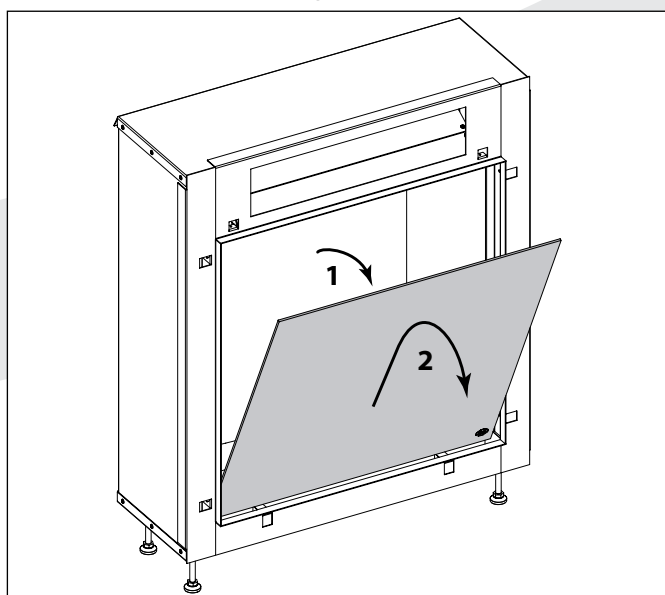

Figure 8
3. Faites légèrement basculer la vitre vers l'avant (**figure 8**). Sortez à présent délicatement la vitre de l'appareil (**attention à ne pas endommager la structure d'encastrement**). Déposez ou rangez la vitre en un endroit sûr où elle ne peut être cassée.